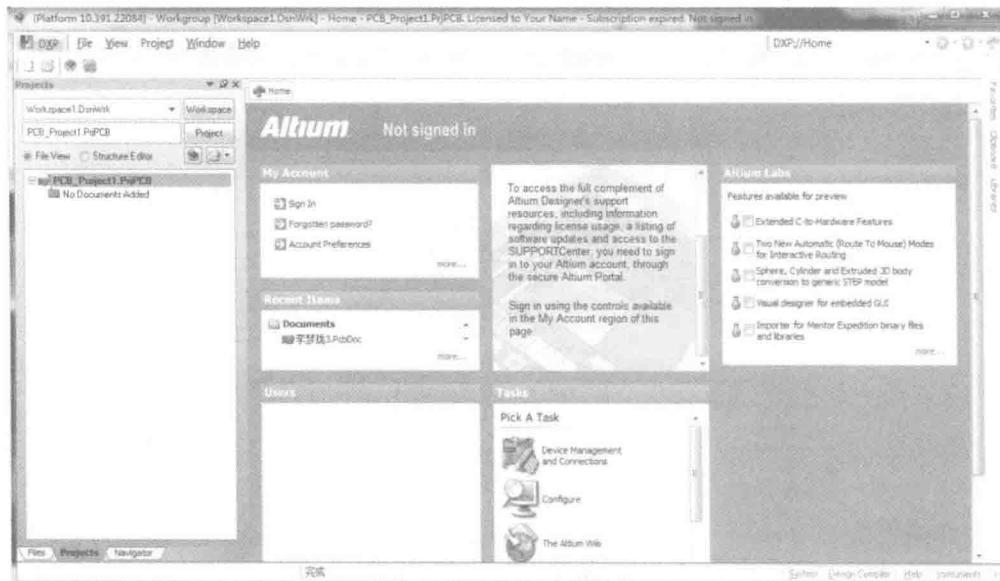

图 1-14 新建工程项目文件工作面板
(2)新建工程项目后,出现了如图 1-14 左侧所示的默认工程文件的面板,面板中有默认的工程文件为:PCB\_Project1.PpjPCB。其中“PCB\_Project1”是默认的工程文件名,后缀“.PpjPCB”为工程文件的扩展名。